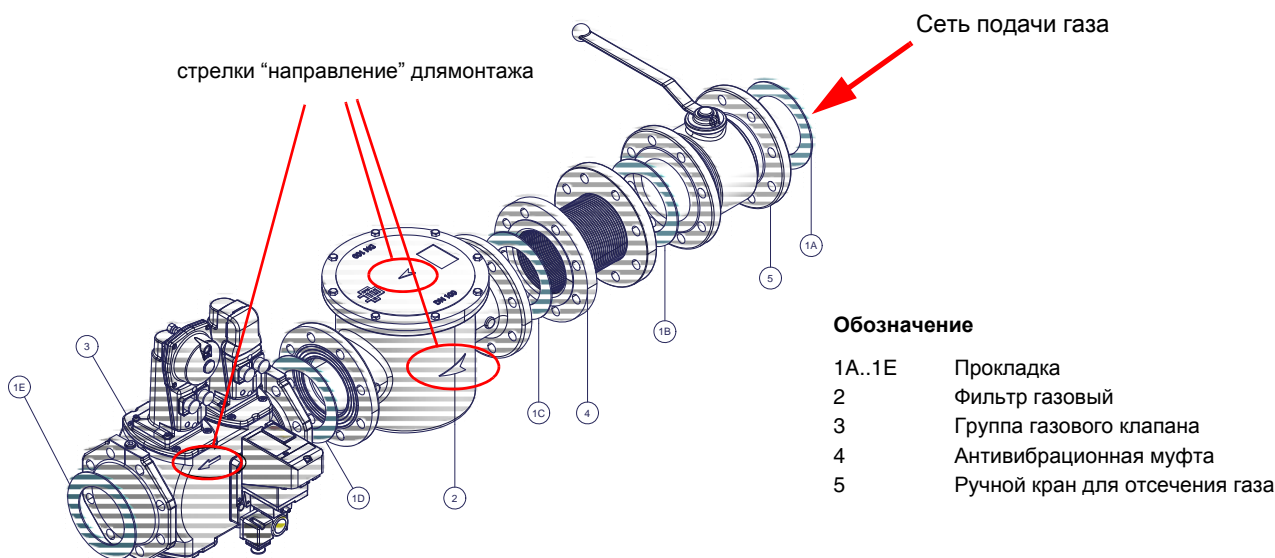

Рис. 2 - Пример газовой рамы
- 1 - б) при фланцевых соединениях: между соседними компонентами устанавливать прокладку (1A..1E - Рис. 2), совместимую с используемым газом,
**ВНИМАНИЕ:** после монтажа газовой рамы согласно схеме на Рис. 2, необходимо провести тестирование на герметичность газового контура, согласно требований действующих нормативов.